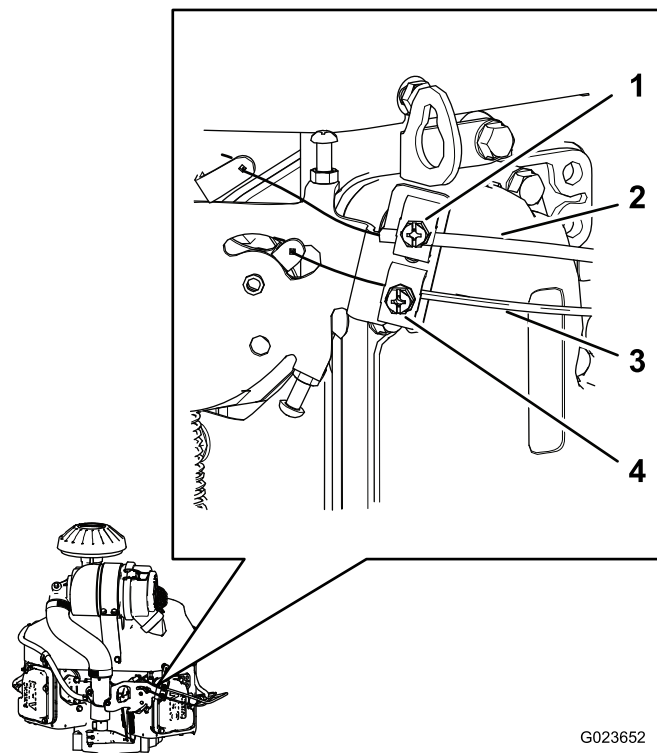

Рисунок 64
2. Ослабьте зажимной винт, который крепит оболочку тросика дроссельной заслонки к двигателю (Рисунок 64).
4. Потяните вверх оболочку тросика дроссельной заслонки (Рисунок 64) так, чтобы на нем почти не осталось провисания, и затяните зажимной винт.
2. Ослабьте зажимной винт, который крепит оболочку тросика воздушной заслонки к двигателю (Рисунок 64).
5. Потяните вверх оболочку тросика воздушной заслонки (Рисунок 64) так, чтобы на нем почти не осталось провисания, и затяните зажимной винт.